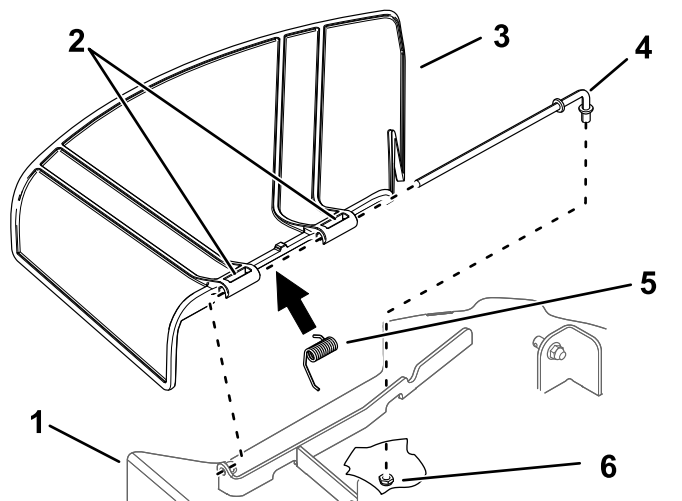

Figure 71
1. Retirez l'écrou (3/8 po) de la tige, sous le tablier de coupe (Figure 71).
2. Sortez la tige de la courte cheville de positionnement, du ressort et du déflecteur d'herbe (Figure 71).
4. Montez le nouveau déflecteur d'herbe (Figure 71).
7. Insérez la tige dans le deuxième support du déflecteur d'herbe (Figure 71).
9. Fixez l'extrémité arrière de la tige dans le tablier de coupe à l'aide d'un écrou (3/8 po), comme montré à la Figure 71.